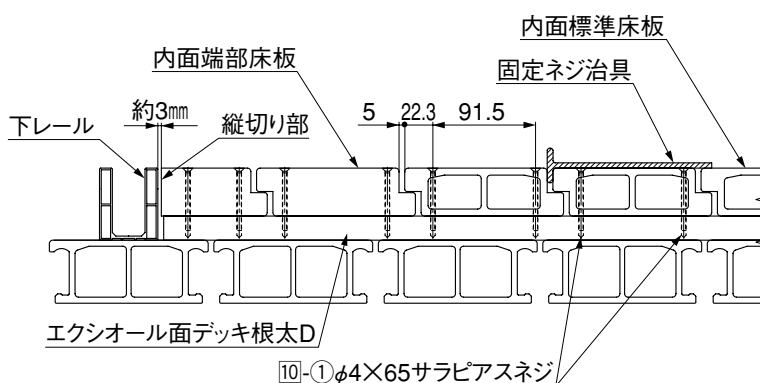

図4-5 内面端部床板
- 内面端部床板のネジ固定範囲は、ラップ形状の内側であればどこでも固定可能です。（図4-5参照）
① 施工後、表面に付いたすりキズは図の研磨方向に補修用研磨紙で仕上げてください。